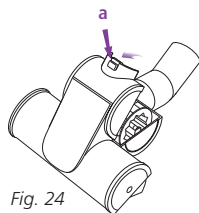

Fig. 24
- 1 Faites glisser la languette de verrouillage (a) vers l'avant et penchez doucement le boîtier de la brosse vers le haut pour l'ouvrir. (Fig. 24)